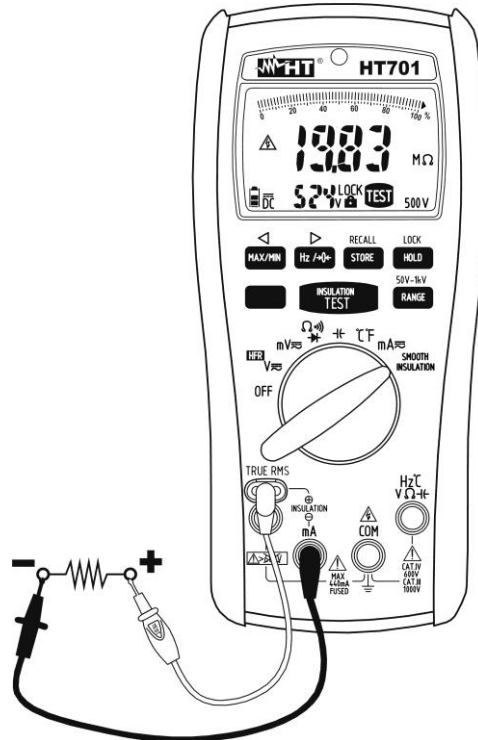

Abb. 10: Verwendung des Gerätes für Isolationsmessung
5. Verbinden Sie den roten Fernfühler mit der "⊕" Eingangsbuchse, und das schwarze Kabel mit der "⊖" Eingangsbuchse (siehe Abb. 10).
6. Stellen Sie die Messleitungen an den Enden des zu messenden Kreises und dabei achten Sie auf die positive und negative Polarität (siehe Abb. 10). Verwenden Sie, wenn nötig, die Krokodilklemmen.